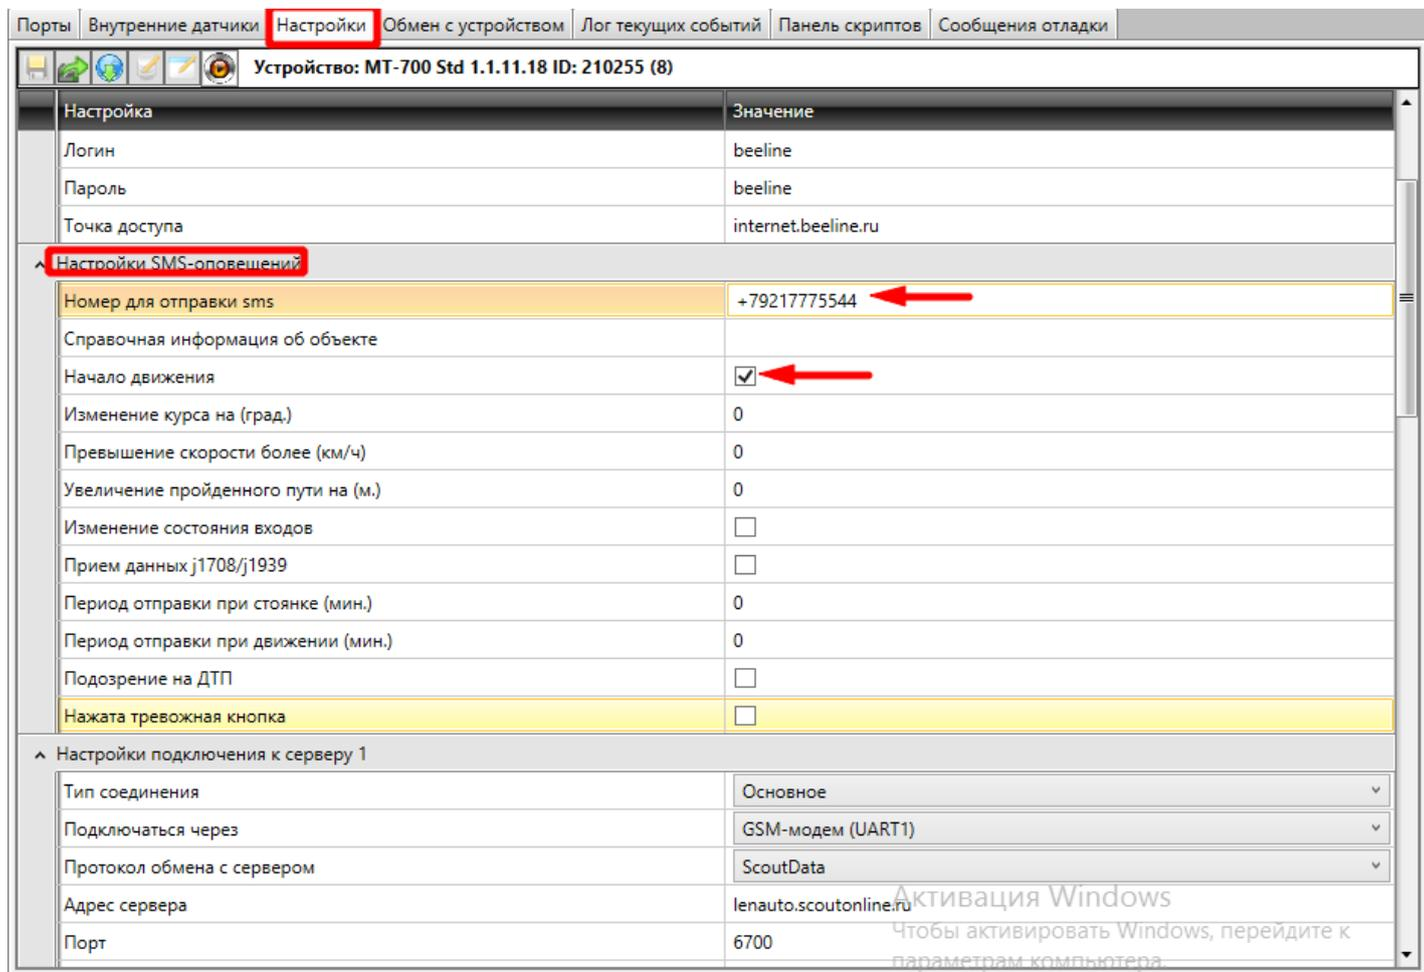

Рисунок 2 – Настройка СМС-оповещения
- затем, для настройки смс оповещения о начале движения ТС, необходимо перейти на вкладку «Настройки» и в разделе «Настройки SMS-оповещений» ввести номер телефона, на который необходимо отправлять сообщения, и активировать опцию «Начало движения» (Рисунок 2).